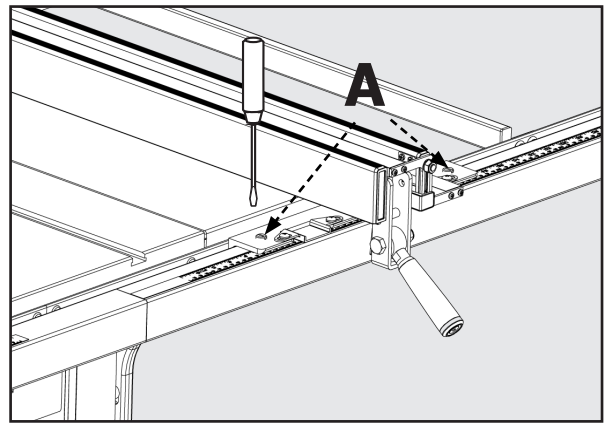

FIGURE 43
3. Si la paroi du guide n'est pas perpendiculaire à la table, libérez le levier de serrage et ajustez légèrement l'une des vis de pression à encoches (A) Figure 43 jusqu'à ce que la paroi du guide soit perpendiculaire à la table.